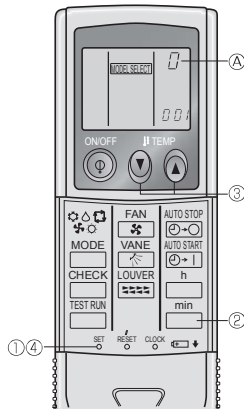

Fig. 6-7
4) กำหนดรีโมทคอนโทรลให้ใช้ได้เฉพาะแต่ละเครื่อง (Fig. 6-7)